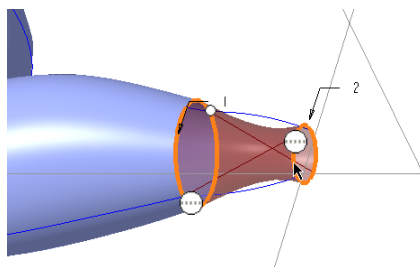

图 13-138 选择两条曲线定义第一方向链
- 2 “边界混合”选项卡中的“第一方向链”收集器 处于活动状态，结合 **<Ctrl>** 键按照顺序来选择图 13-138 所示的两条边链作为第一方向链曲线。